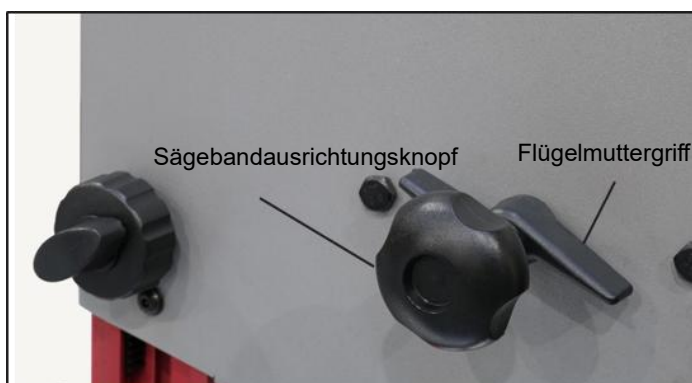

Abb. 44
2. Lösen Sie den Flügelmuttergriff, indem Sie ihn gegen den Uhrzeigersinn drehen (Abb. 44).
3. Drehen Sie den Einstellknopf für die Sägebandführung, während Sie das obere Rad vorsichtig von Hand drehen (Abb. 44).